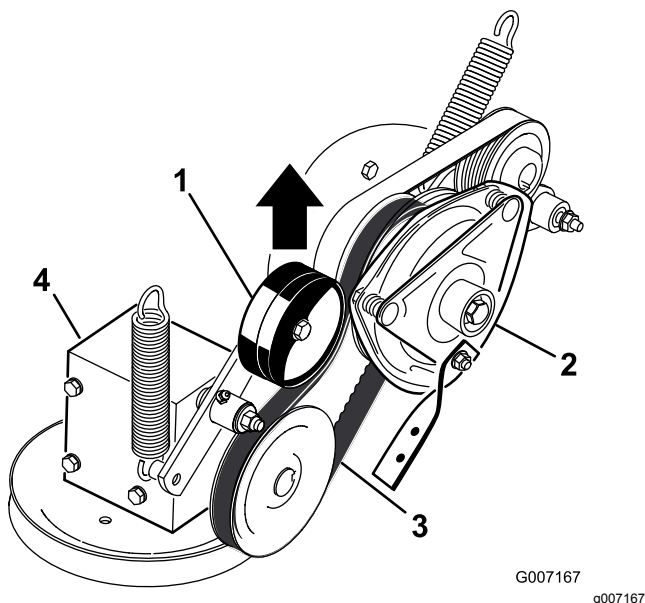

Figura 81
5. Tire hacia arriba de la polea tensora tensada con muelle de la correa de transmisión de la TDF, y retire la correa de la polea del embrague (Figura 81).
17. Tire hacia arriba del brazo tensor tensado con muelle de la correa de transmisión de la TDF, e instale esta en la polea del embrague (Figura 81).